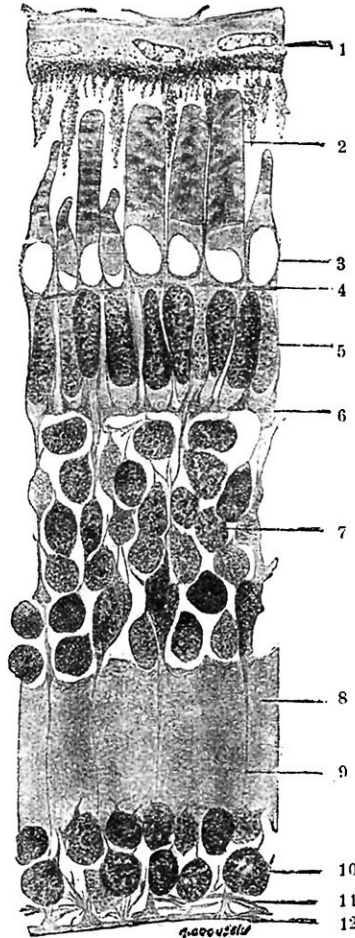

FIG. 3. — IMAGE MICROSCOPIQUE DE LA RÉTINE
Le fond de l'œil est constitué par une membrane, qui se nomme la *rétine*, dont nous donnons ci-joint une image microscopique (fig. 3) (1). On y verra que la lumière traverse toutes ses couches avant d'arriver aux terminaisons nerveuses elles-mêmes, transformatrices d'énergie, qui sont constituées par la couche des cônes et des bâtonnets. Ce sont des éléments allongés implantés dans la couche la plus externe de la rétine, celle des cellules pigmentaires.